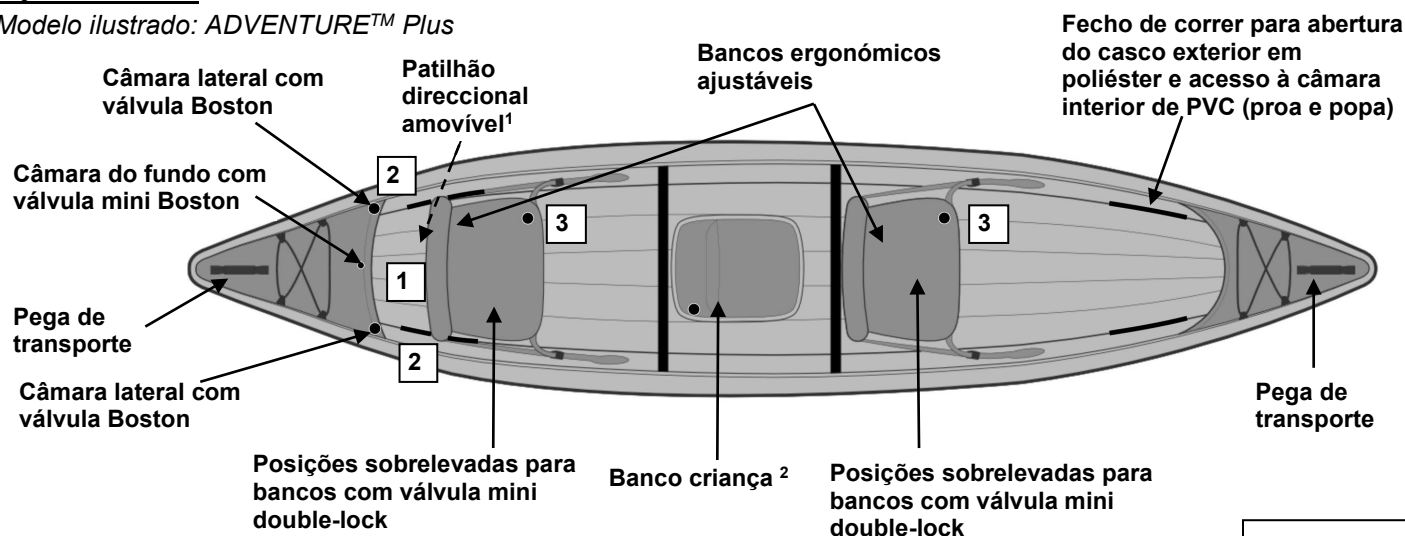

Figura 1
- a) Válvula(s) Boston e válvula mini Boston (figura ao lado) para encher o fundo e as câmaras laterais : desenrosque a tampa da válvula (1), enrosque o corpo da válvula (2) na base da válvula (3); mantenha esta tampa acessível. Introduza a extremidade do tubo da bomba na válvula e encha até atingir o nível de pressão recomendado (ver ponto 3). Após o enchimento, feche bem todas as válvulas com as tampas (no sentido dos ponteiros do relógio). **N.B.:** uma ligeira fuga de ar antes do fecho das válvulas com as tampas é normal. **Apenas a tampa das válvulas assegura a ESTANQUIDADE.**
- b) Válvula(s) mini double-lock para encher os bancos : consultar desenho na página 2 : Abra a válvula (A). Para iniciar o enchimento, retire a tampa e puxe-a para fora (B). Ligue o bico do adaptador à válvula e ligue a bomba (C). Para fechar a válvula: empurre para dentro a bomba, fechando assim a válvula (D). Retire a bomba e feche a tampa exterior (E).
3. Encha o produto segundo a ordem de enchimento indicada na placa de matrícula impressa no produto (ver também a figura 1, a numeração das válvulas).